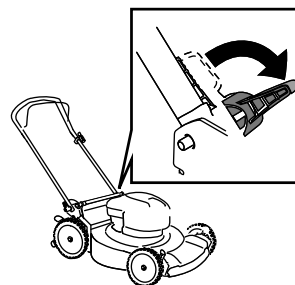

Figura 19
- Disinnestate i fermi delle stegole (Figura 19).